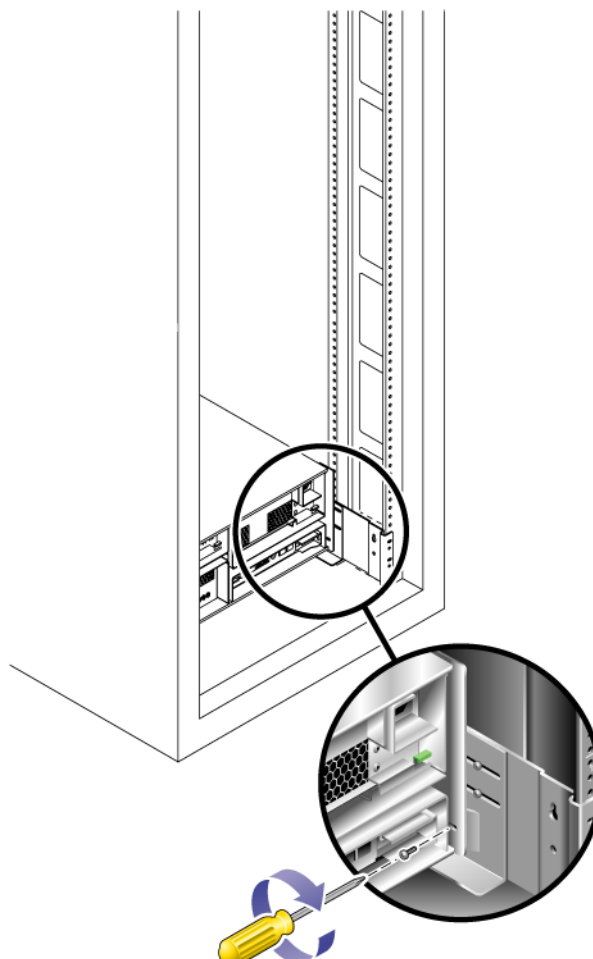

FIGURE 2-11 Fixation de l'unité à l'arrière du rail de l'armoire
4. Installez et serrez deux vis 6-32 (une par côté) à l'arrière de l'unité, pour fixer l'arrière de l'unité à l'armoire (FIGURE 2-11).